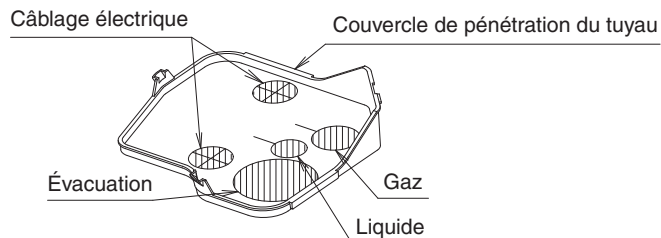

Fig. 19
**(Reportez-vous à la Fig. 19)**